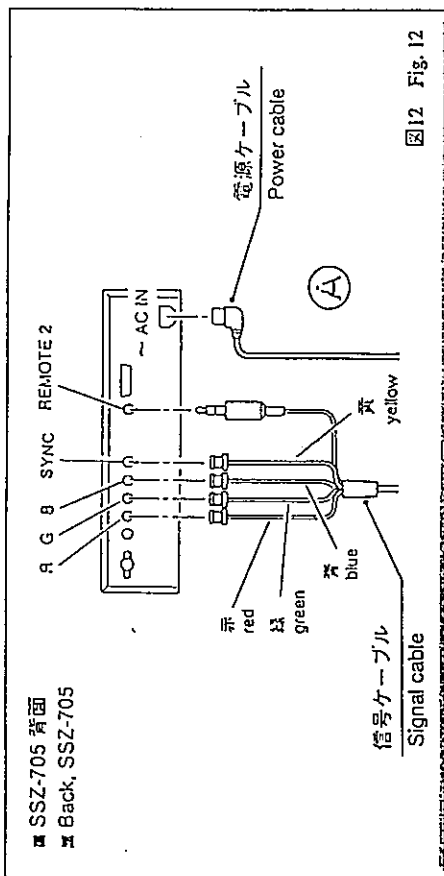

図12 Fig. 12
(1) 信号ケーブル、電源ケーブルを、SSZ-705背面にそれぞれ接続する。(図12㉔)
- (1) Plug signal and power cables, respectively, in SSZ-705 on the back. (㉔ in Fig. 12)